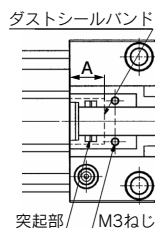

図2
- 両面にグリースを塗布したダストシールバンド(表1)を端部がヘッドカバー上面のM3ねじ部と突起部の中間位置(目安:A寸法)となるように装着します。(図2参照)